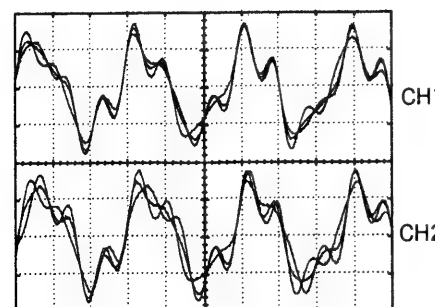

Fig.6 (図6)
- Check whether the waveform of Fig.6 is output when you touch the probe to the measuring device. (see Fig.6)
- 測定用治具にプローブをあてた時、図6の波形が出力されているかどうか確認して下さい。(図6参照)